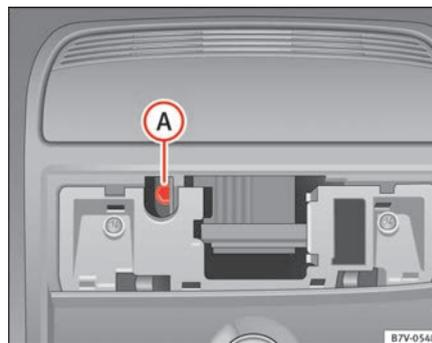

Abb. 203 Innensechskantschraube zum Schließen des Panorama-Schiebedachs.
- Handelsüblichen Innensechskantschlüssel²⁾ der Größe 4 mm in die Innensechskantschraube stecken \Rightarrow Abb. 203 **A**.